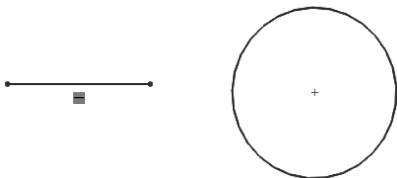
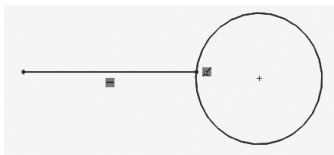

图 2-22 草图延伸前的图形
图 2-23 草图延伸后的图形
- 2) 单击鼠标左键选择如图 2-22 中左侧水平直线，将其延伸，结果如图 2-23 所示。